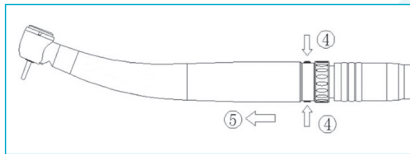

Fig. 6-10
- Segure firmemente o acoplamento LED e prima os dois botões situados nos lados do acoplamento LED (Fig. 6-10④).
- Retire o dispositivo médico (Fig. 6-10⑤).